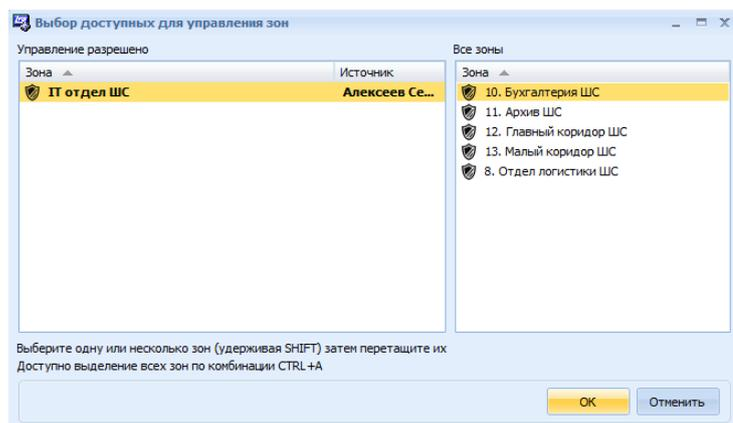

Рис. 31 Начальнику IT-отдела разрешено ставить на охрану/снимать с охраны IT-отдел
- в открывшемся окне **Выбор доступных для управления зон** следует перетащить зону **IT-отдел ШС** из поля **Все зоны** в поле **Управление разрешено** и нажать **Ок**. В поле **Все зоны** отображаются только охранные зоны (Рис. 31).